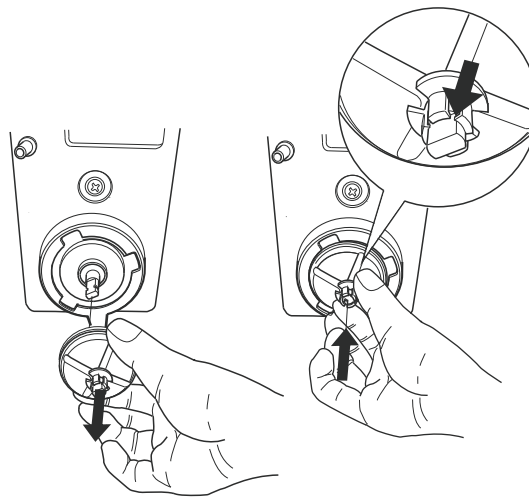

Рис. 9
- Вентиляторы можно снять, просто осторожно потянув, чтобы освободить их (см. Рис. 9);